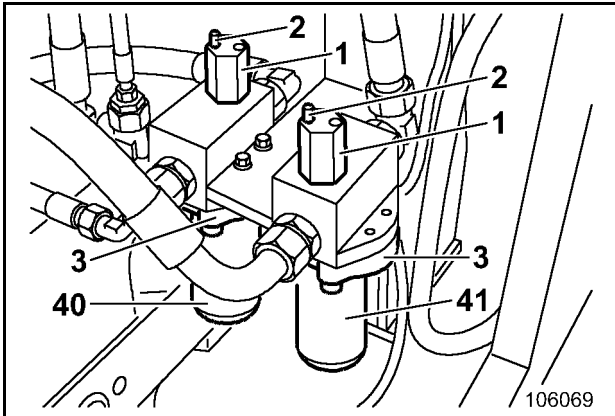

Fig. 3-66:
Contrôler régulièrement les filtres aux indicateurs d'entretien (1, Fig. 3-66:) - lorsque l'huile est à sa température de service - pour détecter des contaminations. Si la section rouge sous le capot transparent (2) est visible, l'élément filtrant doit être nettoyé ou remplacé.
Dévisser le corps du filtre (42, Fig. 3-66:) et vider l'huile.